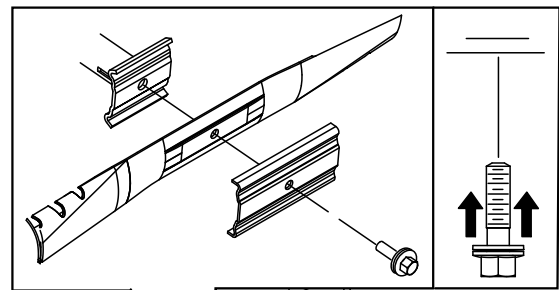

Bild 50
3. Stabilisieren Sie das Messer mit einem Holzblock (Bild 50).
4. Nehmen Sie das Messer ab und bewahren Sie alle Befestigungsschrauben auf (Bild 50).
5. Setzen Sie das neue Messer und alle Schrauben auf (Bild 50).